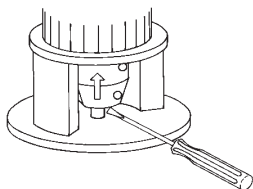

Рис. 15 Поднятие муфты и вала насоса
3. С помощью отвертки приподнимают (в направлении электродвигателя) муфту или вал насоса таким образом, чтобы произошло касание муфты вала насоса и электродвигателя, как показано на рис. 15. И затем опускают на половину хода.